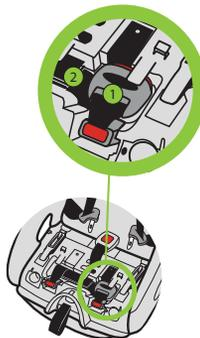

Figura 139
Introduzca los ajustadores LATCH (1) en los huecos cuadrados que están detrás de los conectores LATCH, doble el exceso del cinturón LATCH para la posición viendo hacia atrás (2) e introdúzcalo debajo de la lengüeta que está entre los ajustadores, como se muestra en la **figura 139**.